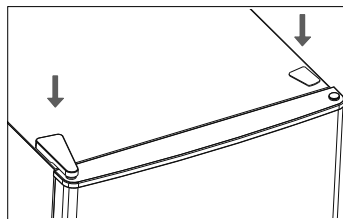

Fig. 15
- ▶ Riposizionare il copricerniera e il coprivi (vedere la **fig. 15**).